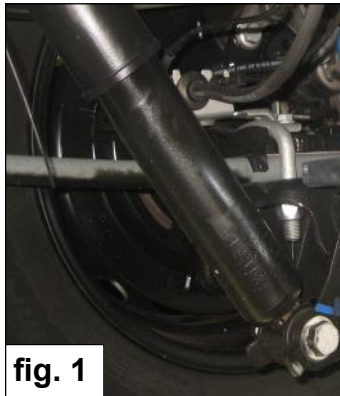

fig. 1
1. Demontieren Sie den untere Stoßdämpferbolzen und heben Sie das Fahrzeug an. *Siehe Abb. 1.*